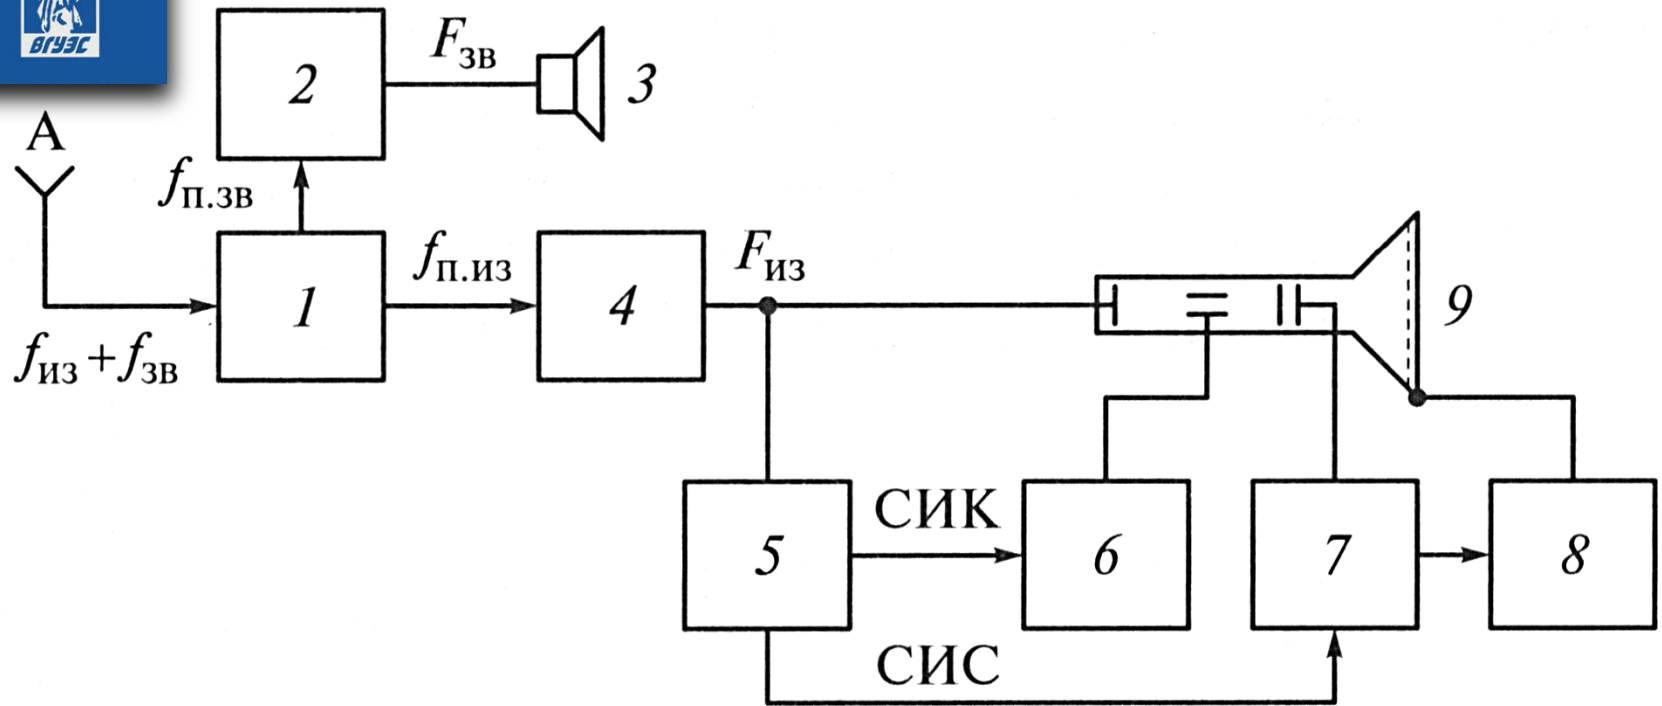

Рис. 1. Фрагмент структурной схемы приемника телевизионных сигналов:
- Фрагмент структурной схемы приемника телевизионных сигналов изображен на рис. 1. Размеры элементов и содержания представленной на структурной схеме информации строго не регламентированы.